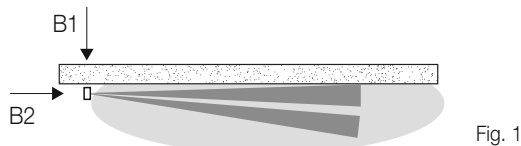
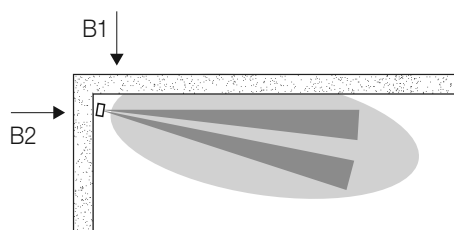
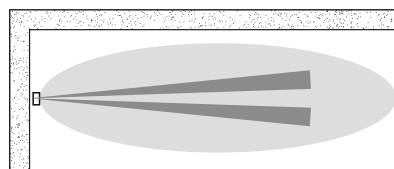

Fig. 1
Fig. 2
Fig. 3
- Il sensore può essere installato direttamente sulla parete da proteggere (Fig. 1), su una parete perpendicolare al perimetro da proteggere (Fig. 2) o a protezione corridoio (Fig. 3). Il supporto B presenta una leggera angolazione di 3° in modo da avere il campo di rilevazione all'esterno del perimetro da proteggere come in Fig. 1 e Fig 2. Il lato B1 deve essere posizionato tra il sensore e il perimetro, questo permette di poter installare il sensore a ridosso del perimetro stesso.